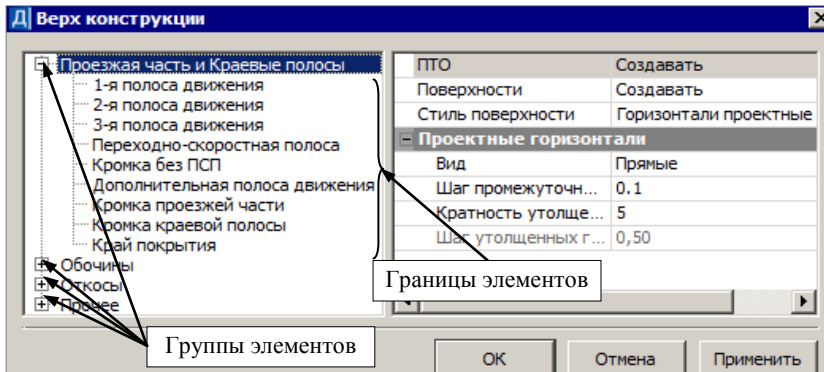

Рис. 24.4
- В строке **Элементы** при помощи кнопки **Выбор**  откройте диалог **Верх конструкции** (рис. 24.4).
Элементы в диалоге разделены на группы: **Проезжая часть и Краевые полосы, Обочины, Откосы, Прочее** (рис. 24.4).
- Настройки создания поверхностей для групп **Проезжая часть и Краевые полосы, Обочины, Прочее** показаны на рис. 24.4.